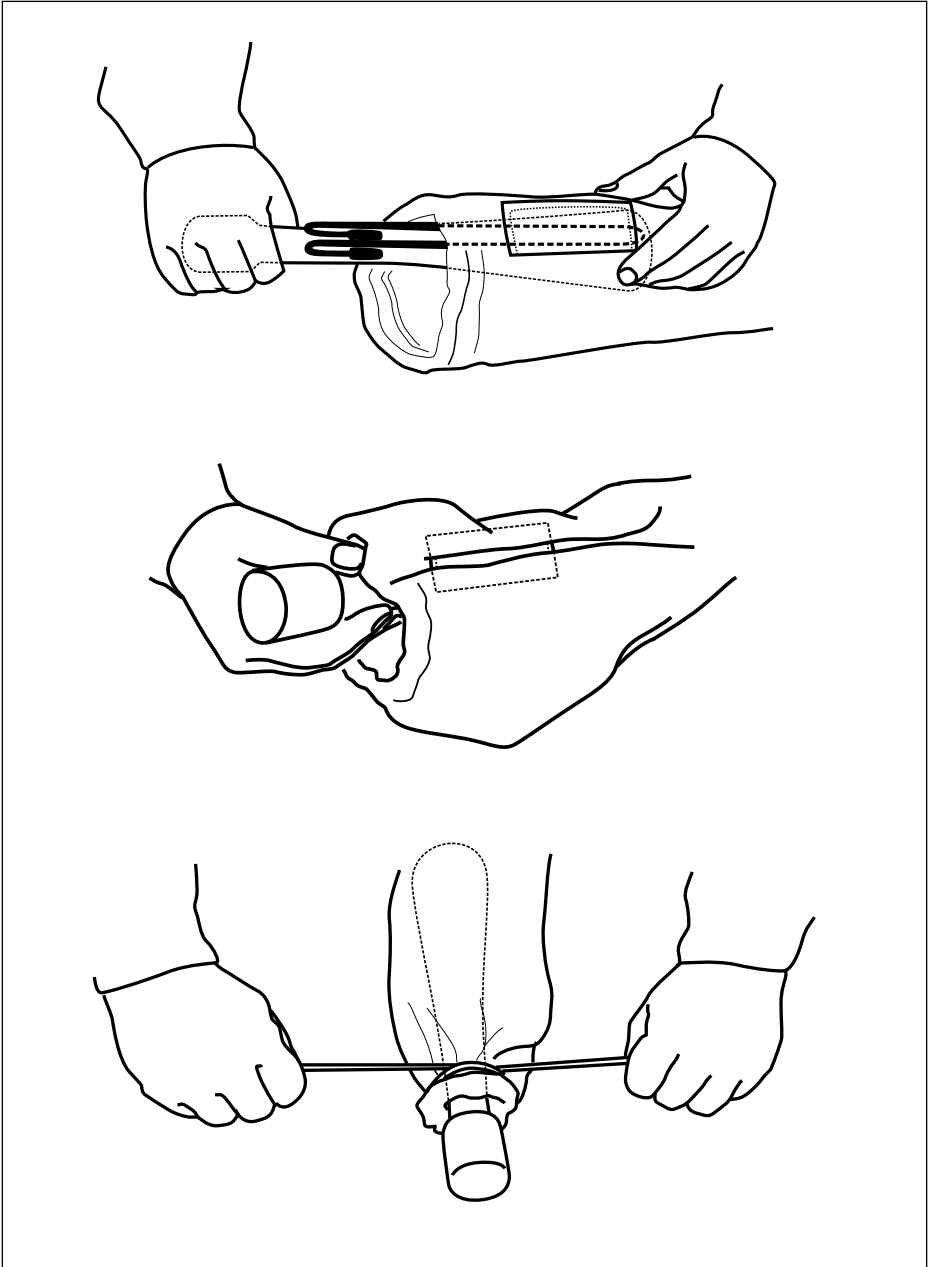

Abb. 4.1.1 Staubauffangbeutel
**5.1 Staubauffangbeutel.** Leeren Sie den Staubauffangbeutel regelmäßig. Dieser wird durch ein Gummiband und eine drahtverstärkte Naht am oberen Rand des Beutels am Educt-O-Matic befestigt. Die Naht wird an einer Metallklemme am Auslassrohr befestigt. Um den Beutel abzunehmen lösen Sie das Gummiband, und ziehen Sie den Beutel in Richtung des Gehäuses bis zu der Stelle wo die Naht des Beutels nicht mehr an der Klemme befestigt ist. Der Beutel kann entfernt und geleert werden. Um den Beutel wieder zu befestigen (Abb. 4.1.1), schieben Sie das Auslassrohr in den Beutel bis die Naht des Beutels über die Metallklemme gerutscht ist. Biegen Sie beide Verstärkungsdrähte an die Klemme heran und ziehen Sie den Beutel von dem Gehäuse weg, um die Verstärkungsdrähte einzuklemmen. Letztendlich befestigen Sie das Gummiband.